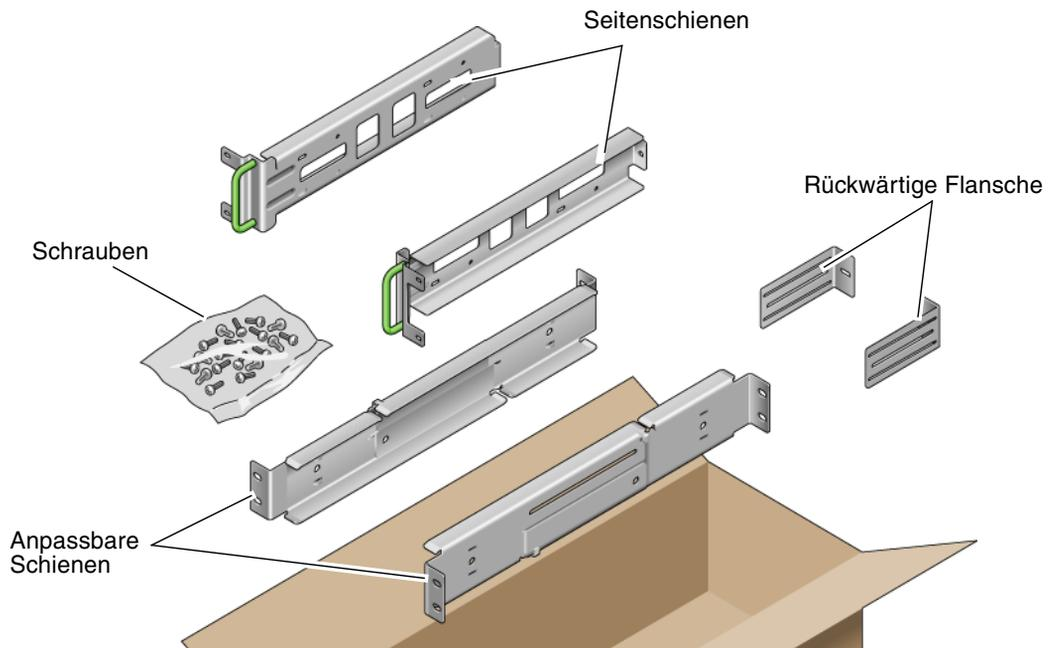

ABBILDUNG 3-14 Inhalt des Festmontage-Kits für 600-mm-Racks mit 4 Stützen
1. Nehmen Sie die anpassbaren Schienen aus dem Rack-Kit zur Hand (ABBILDUNG 3-14).
7. Nehmen Sie die rückwärtigen Flansche aus dem Rack-Kit zur Hand (ABBILDUNG 3-14).
9. **Nehmen Sie die Seitenschienen aus dem Rack-Kit zur Hand (ABBILDUNG 3-14).**